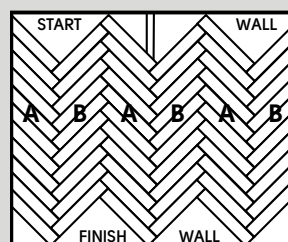

Fig. 8
9. Continúe instalando tablonces «B». Repita al otro lado de la fila original de tablonces «B» con tablonces «A». Complete la instalación utilizando el mismo método manteniendo los separadores de dilatación en su sitio y un patrón cuadrado (fig. 8).